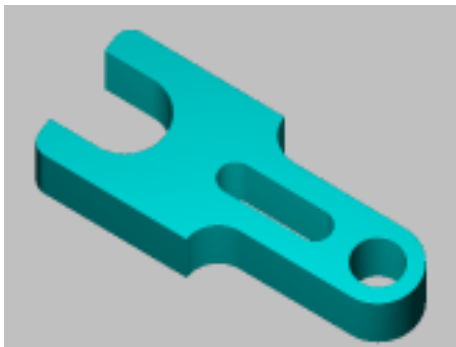

图 2-11 调整颜色
21. 调整颜色。单击工具栏中的  按钮, 系统弹出 Shading Settings 对话框, 点选 Shading acti, 选择一种颜色, 单击 OK 按钮, 完成着色。这时的效果如图 2-11 所示。